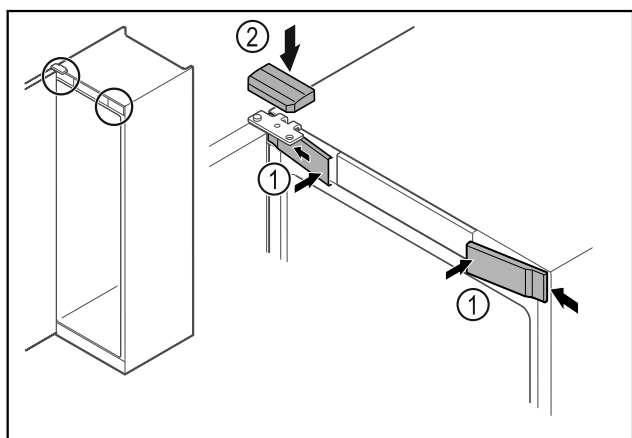

Fig. 51 *
- Enganchar las cubiertas delanteras Fig. 51 (1) lateralmente y encajarlas.*
- Encajar la cubierta superior Fig. 51 (2) desde arriba.*